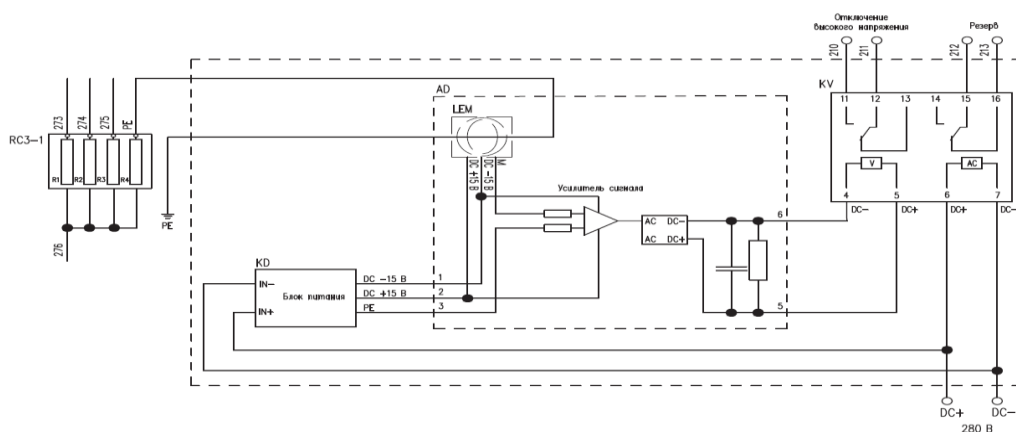

Рис. 6.25 – Электрическая схема блока контроля токов нулевой последовательности.
Контроль токов нулевой последовательности осуществляется внешним устройством (электрическая схема приведена на рис. 6.25), которое поставляется опционально. Данная опция позволяет определить несимметричность в фазных токах на выходе ПЧ (например - при утечке на землю) и послать сигнал на отключение ПЧ. Устройство подключается к плате измерения выходного напряжения силовой ячейки и к заземляющему проводнику. При помощи датчика тока происходит обнаружение не симметрии фазных токов, что активирует реле напряжения (KV). В результате реле посылает сигнал на останов ПЧ (на дискретный вход «Аварийный останов»).